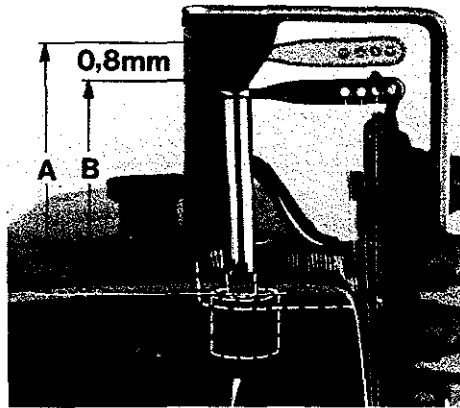
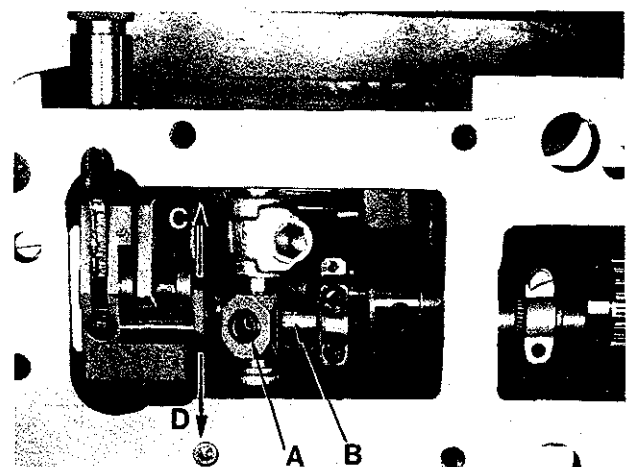

Fig.66
Fig.67
3. Measure dimension "A", Fig. 66 with a slide rule and note it.
6. Measure dimension "B", Fig. 66.
3. Messen Sie mit einer Schiebellehre das Maß "A", Fig. 66 und merken Sie es sich.
6. Messen Sie das Maß "B", Fig. 66.
The machine is synchronized correctly if dimension "B" is 0.8 - 1 mm (.032 - .040 in.) larger than dimension "A" (see Fig. 66).
Ist das Maß "B" um 0,8 bis 1 mm größer als das Maß "A", ist die Maschine richtig synchronisiert (siehe Fig. 66).
2. Loosen screw (A, Fig. 67).
3. If the difference between dimension "A" and dimension "B" (Fig. 66) is less than 0.8 - 1 mm (.032 - .040 in.), lever (B, Fig. 67) must be moved in the direction of the arrow towards "D". If the difference is more than 0.8 - 1 mm (.032 - .040 in.), lever (B) must be moved in the direction of the arrow towards "C".
2. Lösen Sie die Schraube (A, Fig. 67).
3. Ist der Unterschied zwischen Maß "A" und Maß "B" (Fig. 66) kleiner als 0,8 - 1 mm muß der Hebel (B, Fig. 67) in Pfeilrichtung nach "D" verschoben werden.